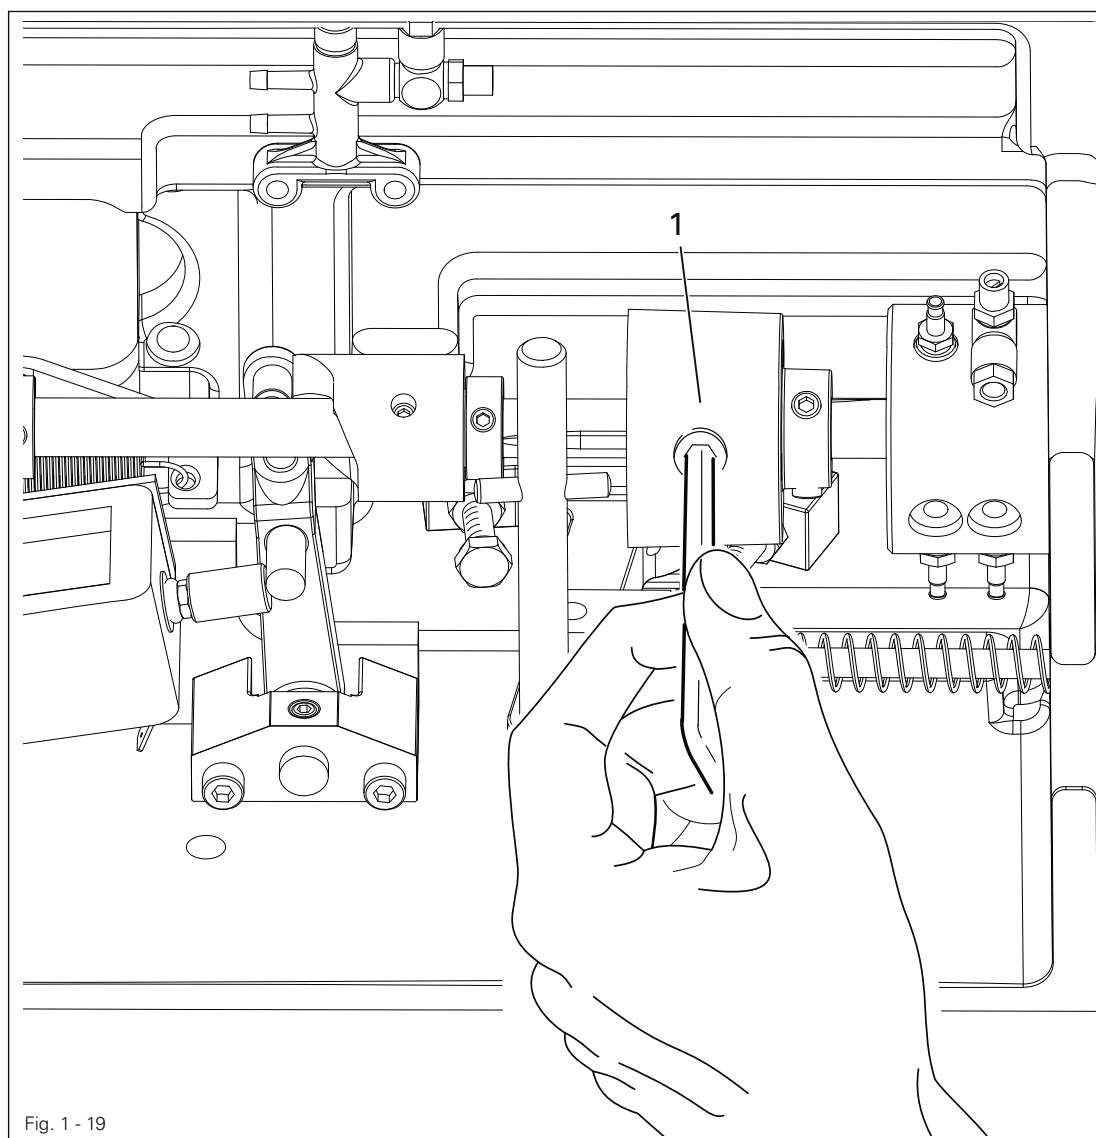

Fig. 1 - 19
- Segurar o acoplamento 1, conforme ilustrado na Fig. 1 - 19 , rodar a roda de mão até o acoplamento 1 encaixar.